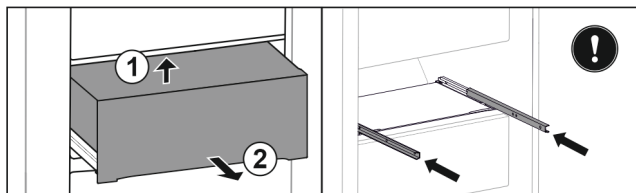

Fig. 148
- ▶ Nadzvedněte zásuvku zezdola vzadu. Fig. 148 (1)
- ▶ Vyměte zásuvku dopředu. Fig. 148 (2)